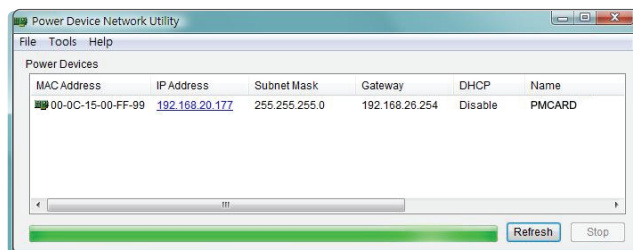

Figura 1. Janela principal do programa "Power Device Network Utility"
3. A caixa de diálogo principal do programa "Power Device Network Utility" é exibida na Figura 1. A ferramenta de configuração exibirá todos os dispositivos de gestão de energia presentes na mesma sub-rede da rede. O botão "Atualizar" é usado para pesquisar a sub-rede da rede local novamente.